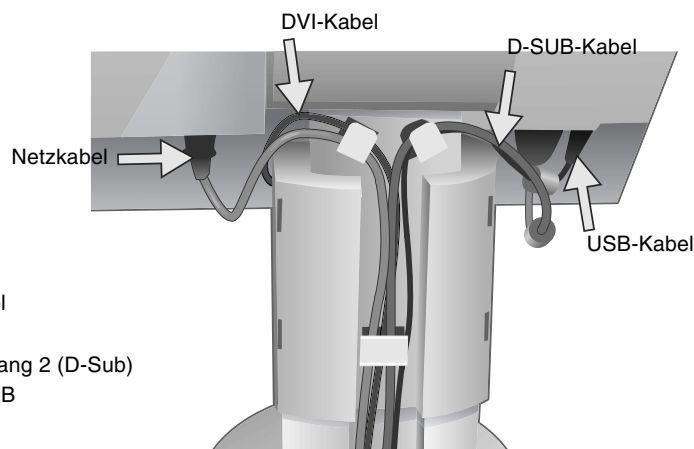

Abbildung C.2
5. Legen Sie die Kabel in der folgenden Reihenfolge in die Kabelführung: zunächst das Netzkabel, dann das DVI-Kabel (**Abbildung C.2**).
6. Führen Sie das DVI-Kabel und das Netzkabel durch die in **Abbildung C.2** angegebenen Halterungen.
7. Führen Sie das D-Sub- und das USB-Kabel durch die in **Abbildung C.2** angegebenen Halterungen.